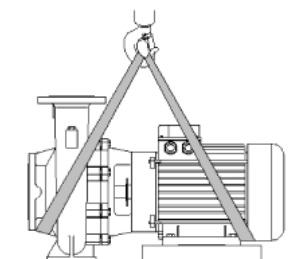

Fig. 2: Pumpun kuljetus
- Moottorissa olevat kuljetussilmukat on tarkoitettu vain kuorman kannattimen ohjaukseen (katso Fig. 2).